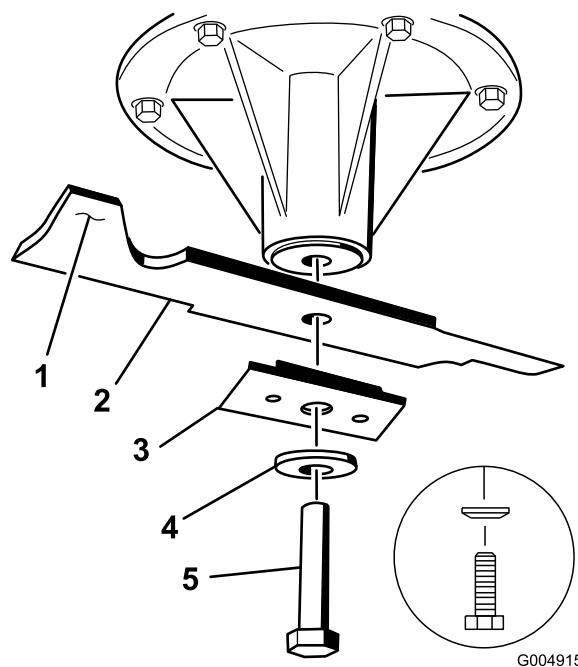

Figura 51
2. Togliete il bullone, la rondella curva, il rinforzo della lama e quest'ultima dall'asse del fusello (Figura 51).